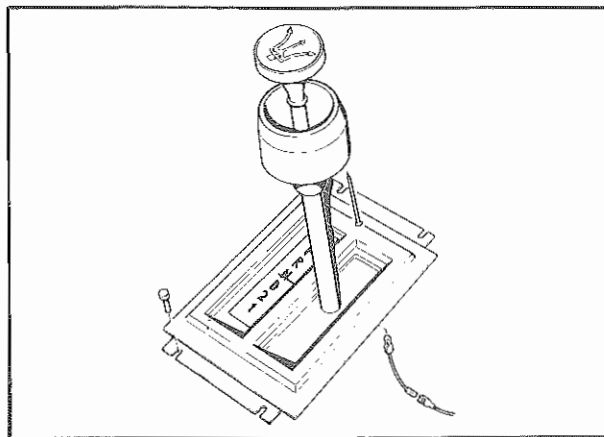

Fig. 11 - Pannello cambio anteriore
- Smontare il pannello orizzontale sotto la leva del cambio (Fig. 11).
- Disassemble horizontal panel under transmission control lever (Fig. 11).